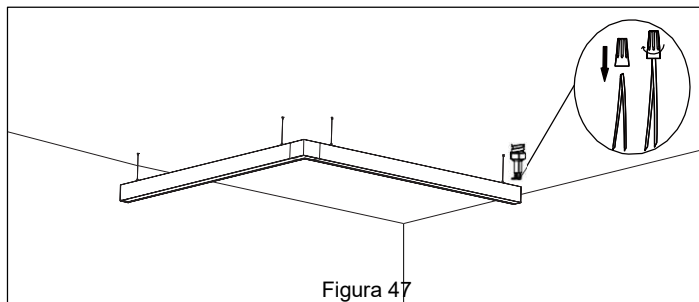

Figura 47
9. Abre la cubierta desde el extremo 1. Haz las conexiones del cableado según el **Diagrama de Cableado**. **Ver Figura 47.**